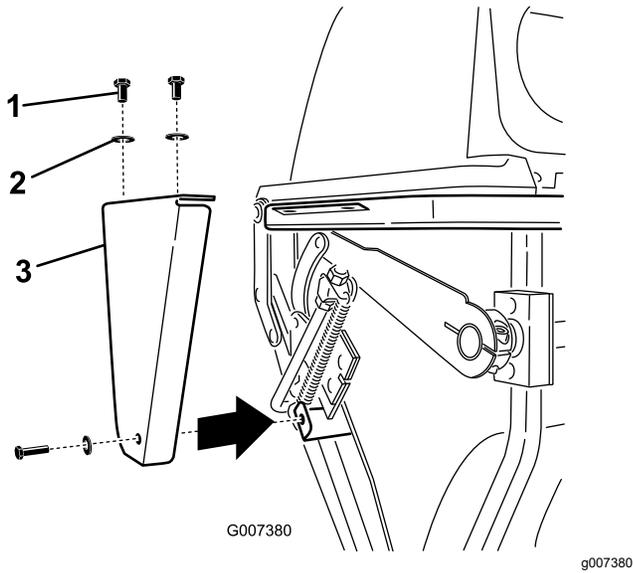

Figure 50
- Déposez la plaque latérale de chaque côté du système de ramassage (Figure 50).